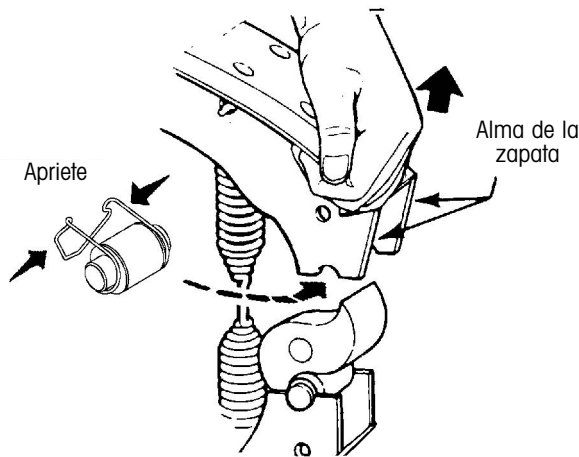

Figura 31. Instalando los rodillos de la zapata de frenos y el clip retenedor de los rodillos
9. Instale el clip retenedor de rodillo en los rodillos de la zapata de freno (figura 31).
10. Aleje la zapata de frenos inferior de la leva-S, apriete el clip retenedor del rodillo e inserte el ensamble de rodillo de freno/clip retenedor entre las almas de la zapata de freno (figura 31).